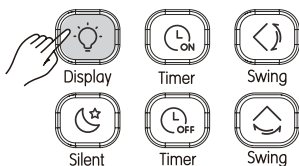

Рисунок 3.13
1) При включенном или выключенном пульте ДУ нажмите  (см. Рис. 3.13). Дисплей внутреннего блока загорается;